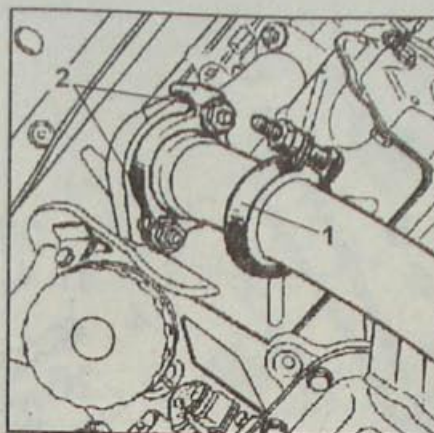
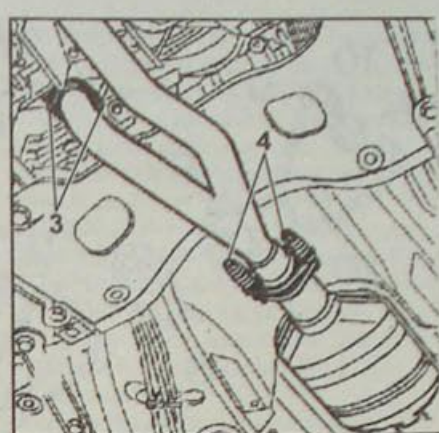

Рис. 2.7. Крепление приемной трубы системы выпуска отработавших газов:
Рис. 2.8. Крепление приемной трубы системы выпуска отработавших газов:
- Ослабьте хомут крепления приемной трубы системы выпуска отработавших газов (рис. 2.7).
- Отверните болты крепления приемной трубы системы выпуска отработавших газов в районе каталитического нейтрализатора и снимите приемную трубу (рис. 2.8).
- При установке приемной трубы системы выпуска отработавших газов сначала затяните гайки крепления на коллекторе (2, рис. 2.7) и (3, рис. 2.8), затем хомут (1, рис. 2.7), после чего убедитесь в герметичности уплотнений.
- При установке приемной трубы системы выпуска отработавших газов сначала затяните гайки крепления на коллекторе 2 (рис. 2.7) и 3 (рис. 2.8), затем хомут (1, рис. 2.7), после чего убедитесь в герметичности уплотнений.